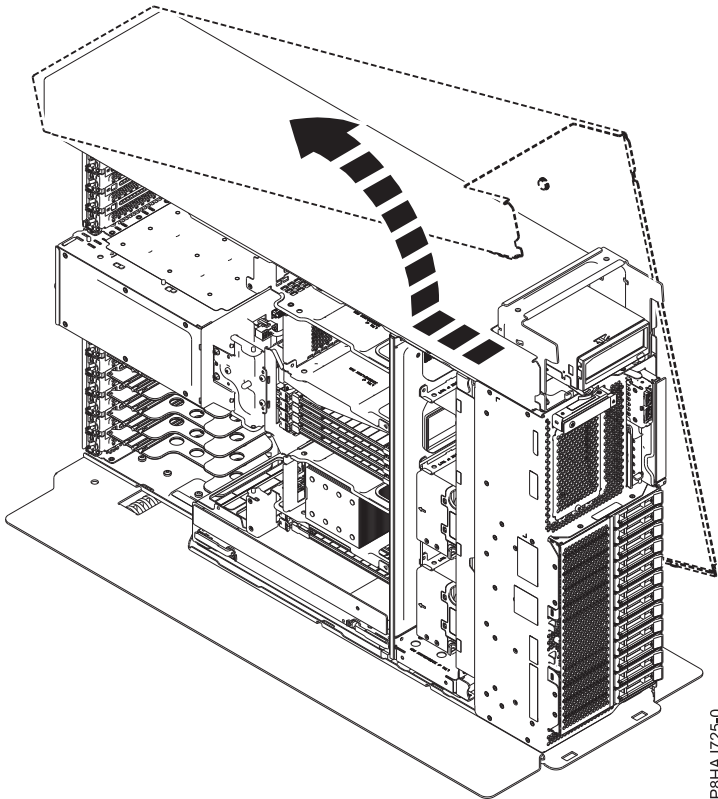

Figura 45. Extracción de la cubierta lateral del sistema 8286-41A
5. Deslice la cubierta lateral sacándola del sistema en la dirección que se muestra en la Figura 45.